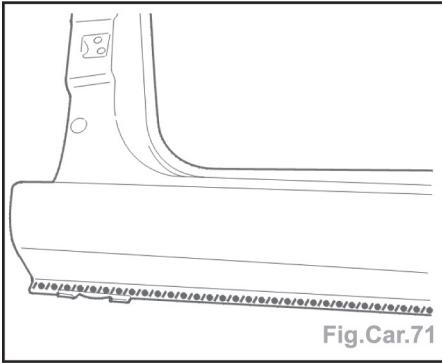

Fig.Car.71
- Appliquer un mastic d'étanchéité par le dessous du véhicule (Fig.Car.71).